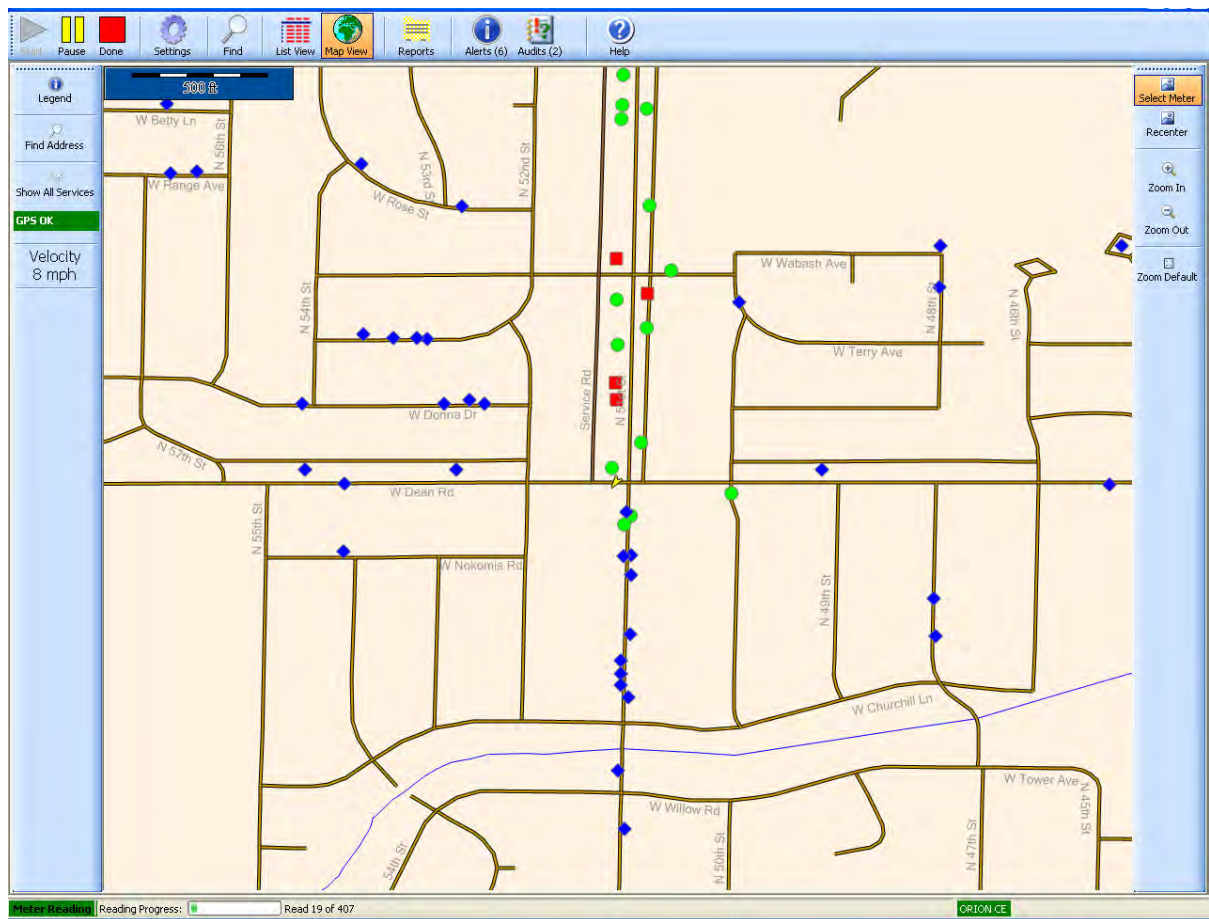

Figura 49: Lectura del medidor en modo Geocoding
*Resultado: En Map View, la pantalla de control del mapa en el lado izquierdo de la pantalla cambia y muestra "GPS OK" y la velocidad del vehículo (Figura 49).*